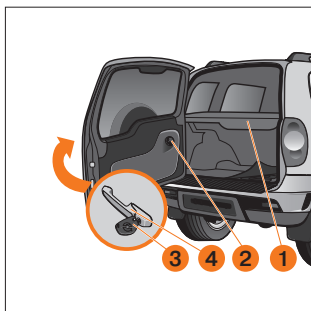

Рис. 10. Дверь задка
**Дверь задка** с боковыми петлями открывается за ручку **4** (рис. 10) и при необходимости может быть заблокирована только снаружи поворотом ключа **3** против часовой стрелки. За обивкой двери задка расположен бачок омывателя стекла двери задка, закрываемый сверху крышкой **2**. Полка **1** отделяет багажное отделение от салона.